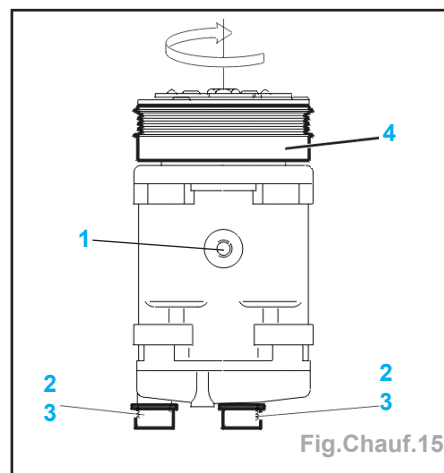

Fig.Chauf.15
- le bouchon (1) (Fig.Chauf.15).